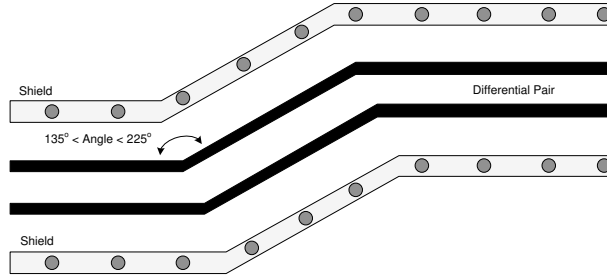

图 8-3. V-By-One 布线示例
- 确保与差分信号对相关的弯曲角度在 135° 和 225° 之间 (请参阅图 8-3) 。